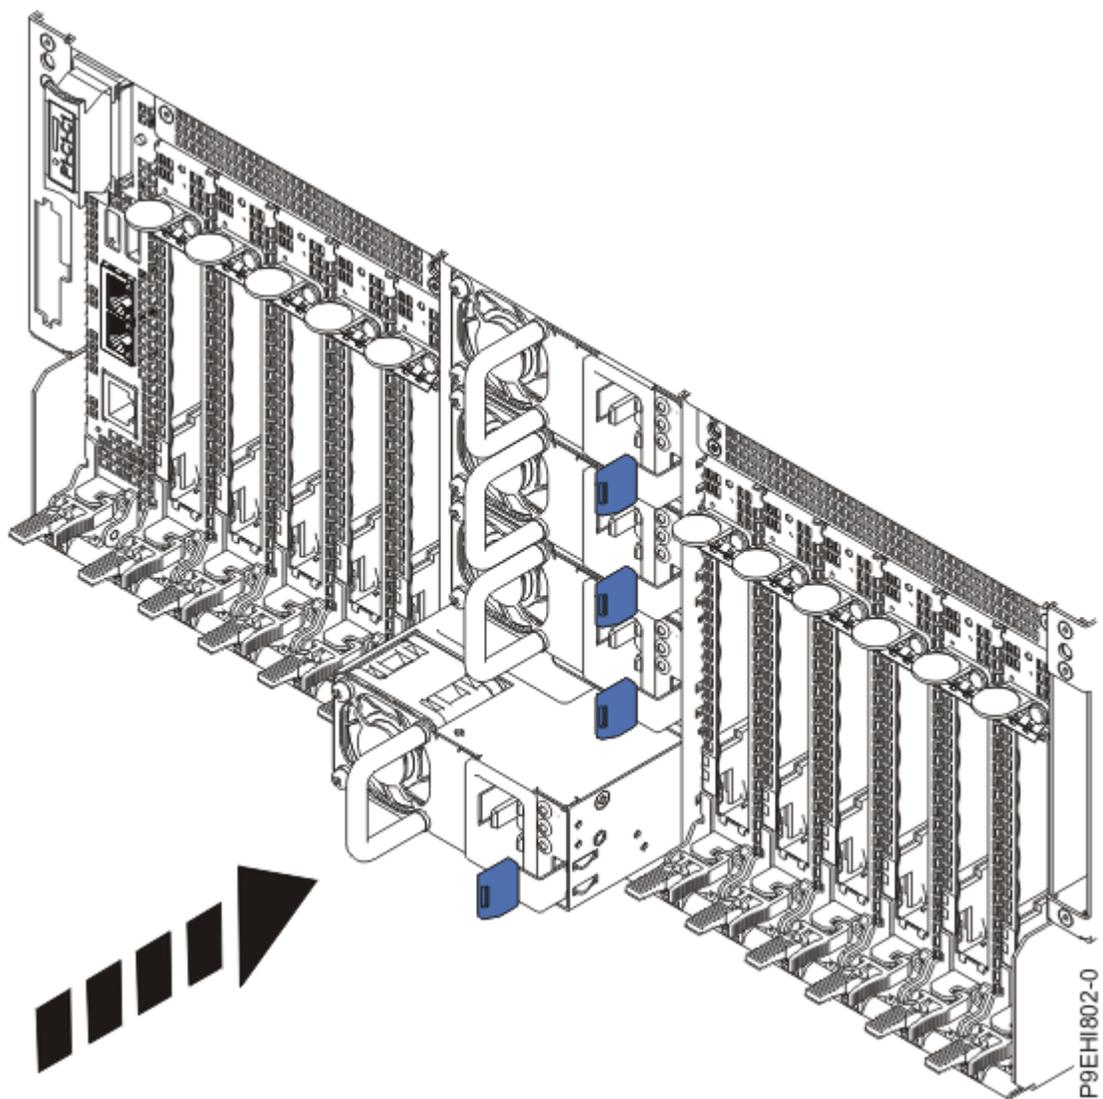

図 29. システムの電源装置の取り替え
3. 30 ページの図 29 に示すように、電源装置をベイに位置合わせし、電源装置をスライドさせて、ラッチが所定の位置にロックされるまでシステムに押し込みます。